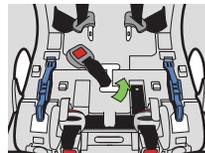

Figura 23
- Deslice el cinturón hacia un lado de la ranura de la correa de la entrepierna y empuje el borde del cinturón hacia la ranura de ajuste, como se muestra en la **figura 23**.